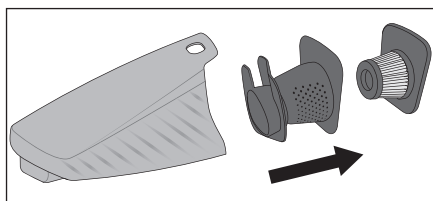

Fig. 4
- 3) Depois, retire o filtro HEPA **5** e o filtro grosso **6** do depósito de resíduos **7** (fig. 4). Sacuda as duas peças sobre um balde do lixo ou algo similar. Se necessário, pode lavar o filtro HEPA **5** com água limpa. Depois, deixe-o secar completamente ao ar.